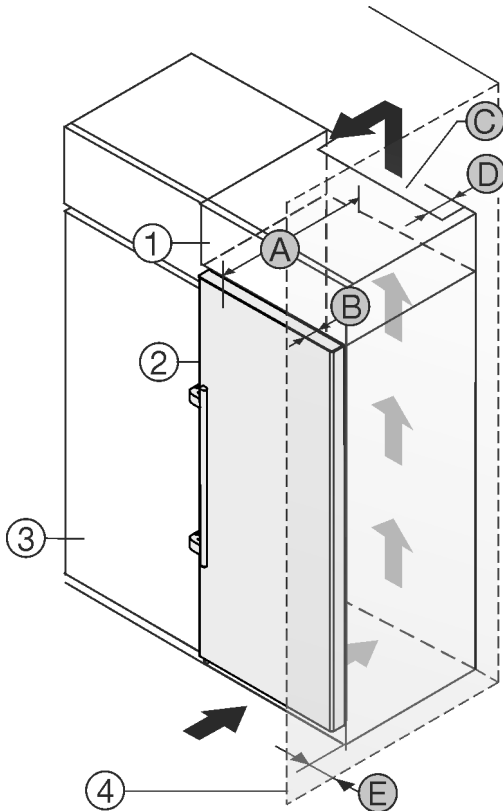

Fig. 2
Uređaj možete postaviti neposredno pored kuhinjskog ormara Fig. 2 (3)\*.
Na stražnjoj strani visećeg ormara treba postojati otvor za odzračivanje dubine Fig. 2 (D) po cijeloj širini visećeg ormara.\*
Ispod stropa prostorije treba poštovati ventilacijski presjek Fig. 2 (C).\*
Kada se uređaj postavlja s okovima pored zida Fig. 2 (4), razmak između uređaja i zida mora iznositi najmanje 57 mm . To odgovara stajanju ručice kod otvorenih vrata.\*
Kako biste vrata mogli potpuno otvoriti, uređaj mora biti za dubinu vrata Fig. 2 (B) ispred u odnosu na prednjicu kuhinjskog ormara. Ovisno o dubini kuhinjskih elemenata Fig. 2 (3) i uporabi zidnih odstoynika, uređaj može i dalje stršati.\*